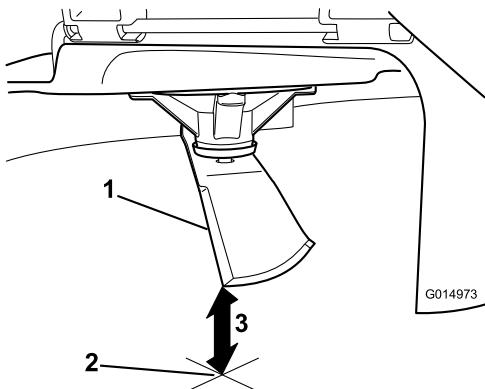

Figura 79
- Mida desde la punta de la cuchilla hasta la superficie plana (Figura 79).